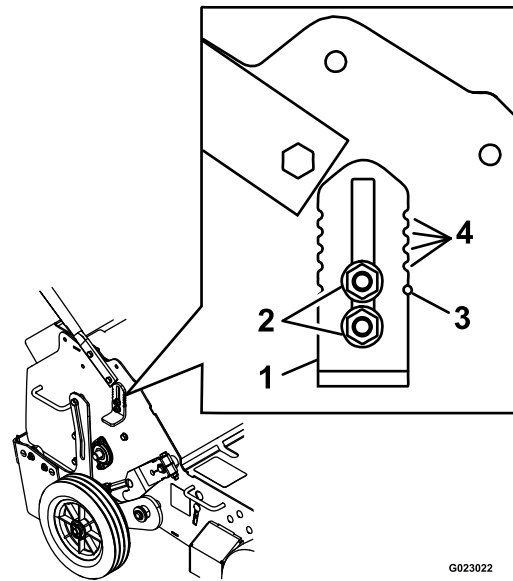

Figure 18
3. Desserrez les écrous qui fixent la butée de roue sur le côté droit de la machine (Figure 18).
6. Répétez les opérations 3 à 5 pour la butée de roue sur le côté gauche de la machine. Utilisez les crans d'indication dans la butée de roue et les trous d'indication dans le cadre comme repère visuel pour régler les butées à la même hauteur de chaque côté (voir Figure 18).